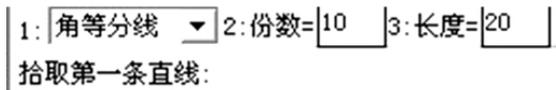

图 1-1-4
- (1) 单击“绘制工具”工具栏中“直线”按钮.
- (2) 单击立即菜单“1:”，在选项菜单中单击“角等分线”如图 1-1-4 所示。